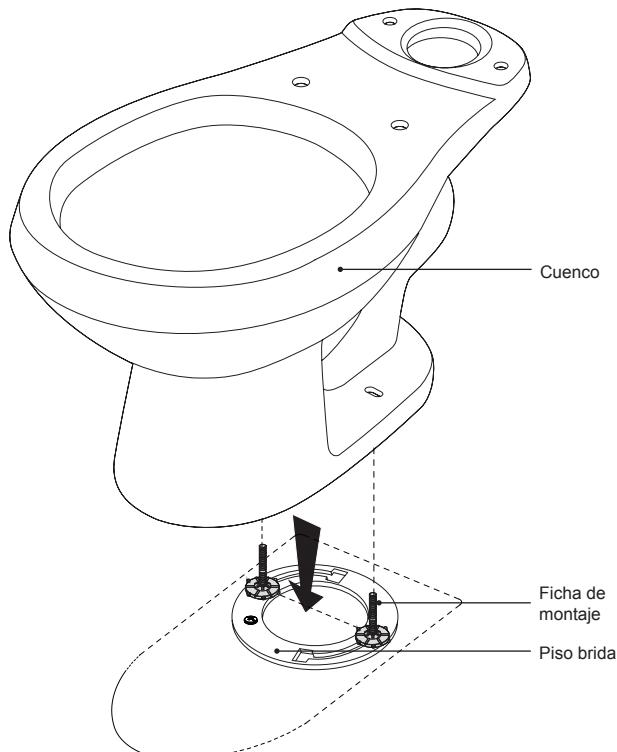

Figura 5
- 1 Una persona debe bajar el inodoro, mientras que la segunda persona debe guiar la brida cónica en la abertura de brida del piso (Figura 5).